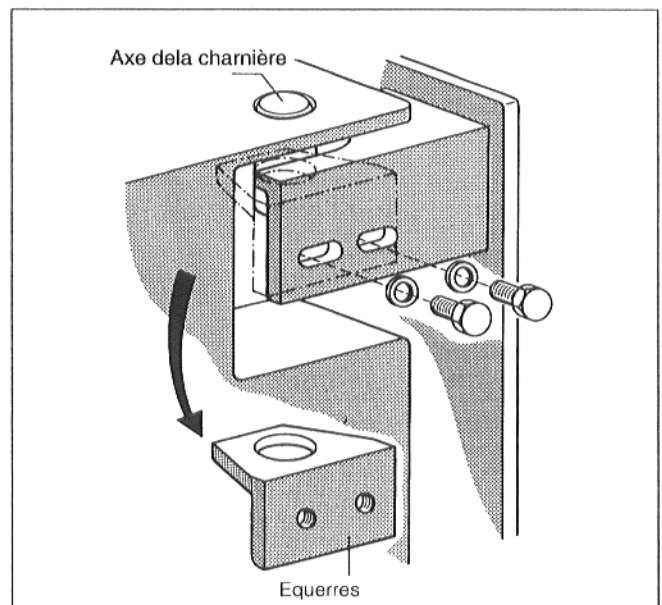

Fig. 5
- Dévisser les 2 vis à six pans creux en haut et en bas de la charnière (Fig. 5).
- Retirer les équerres par le bas (Fig. 5).
- Sur le côté opposé, positionner les équerres en alignement avec les axes de la charnière et visser par l'extérieur à l'aide des 2 vis à six pans creux (Fig. 5).